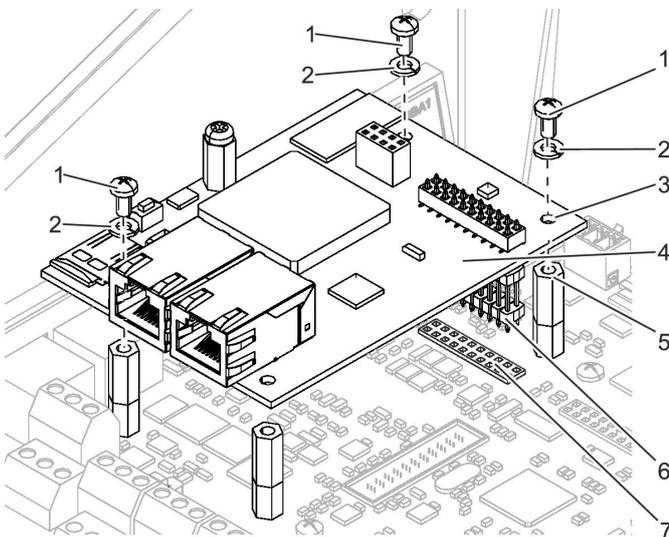

Abb. 51: Erweiterungsmodul EM-IP montieren
- Das Erweiterungsmodul EM-IP (Abb. 51/4) mit der Verbindungsstiftleiste (Abb. 51/6) in den Steckplatz (Abb. 51/7) der Grundplatte des TCU3 oder TAM einstecken.
Das Erweiterungsmodul EM-IP vorsichtig an den vier Ecken auf die Abstandsbolzen (Abb. 51/5) drücken.
- Das Erweiterungsmodul EM-IP mit 3 Befestigungsschrauben (Abb. 51/1) und Federringen (Abb. 51/2) wie in Abb. 51 dargestellt auf Grundplatte befestigen.